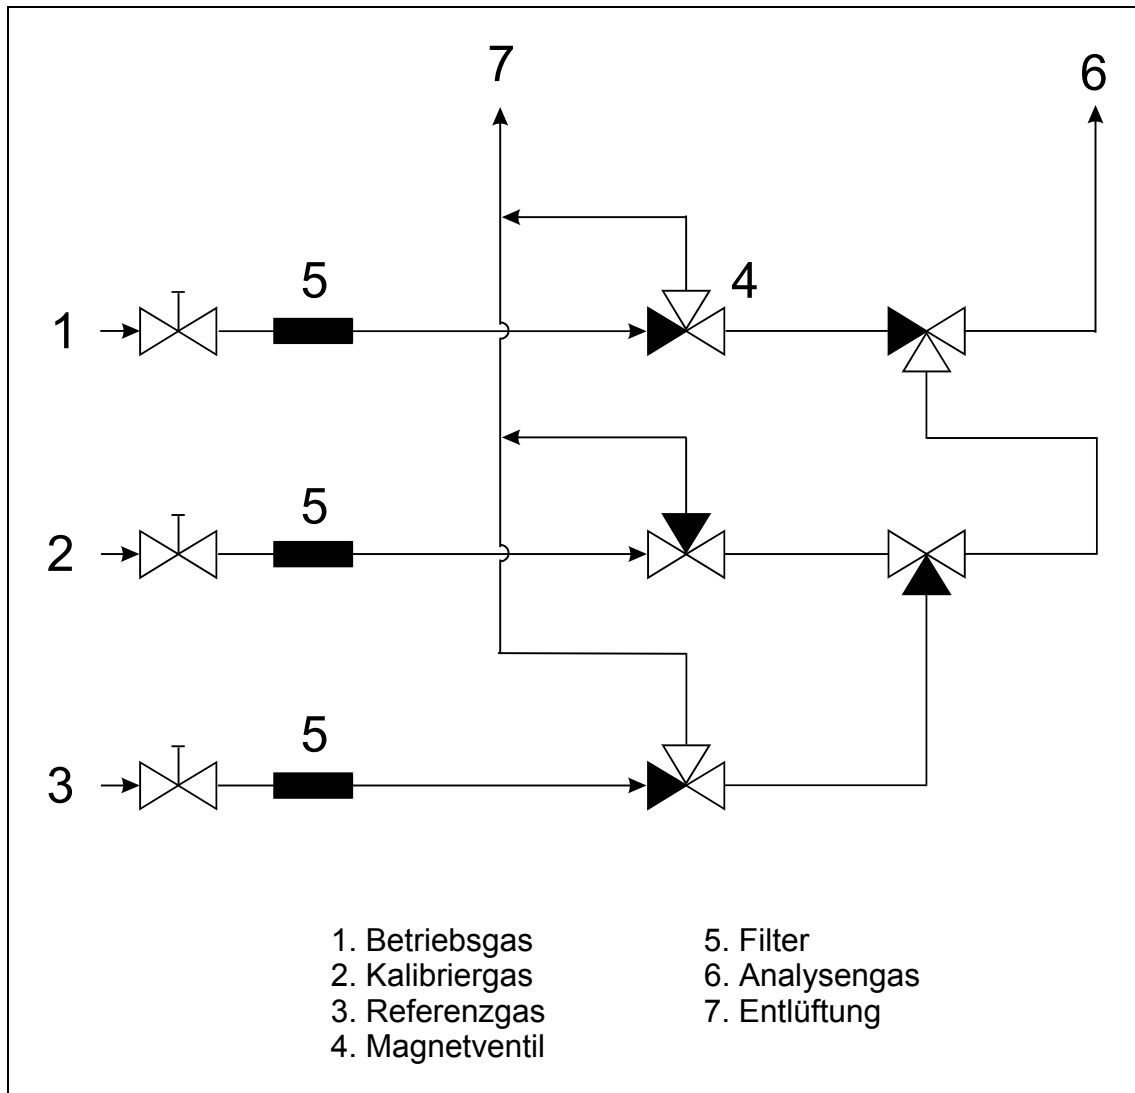

Bild 2.3
2.1 Gasverteilung (Bild 2.3)
Bild 2.3 zeigt eine entsprechende Anordnung, bei welcher Gasstrom 2 selektiert ist. Es ist zu erkennen, dass die Volumina zwischen den Ventilen der nicht selektierten Gasströme gegen Atmosphäre entlüftet sind. Auftretende Leckagen können somit den Analysengasstrom nicht kontaminieren.